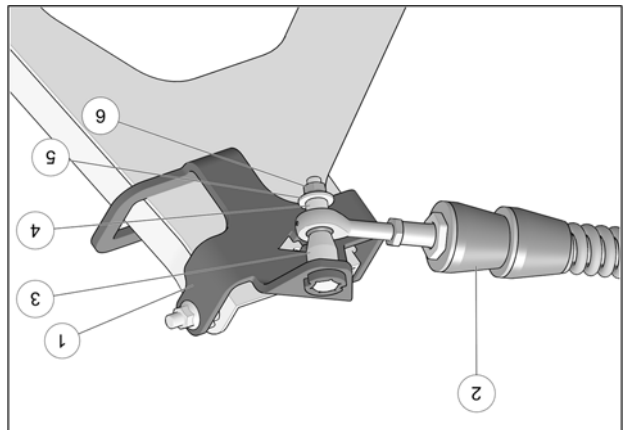

Fig. 13
10. Fixer le bras stabilisateur (2) au boulon déjà installé sur l'ancrage de suspension (1) à l'aide de l'espacer long (3), de l'espacer court (4), de la rondelle (5) et de l'écrou autobloquant (6). Serrer à un couple de 70 N•m [52 lb•pi]. Voir la Fig. 13